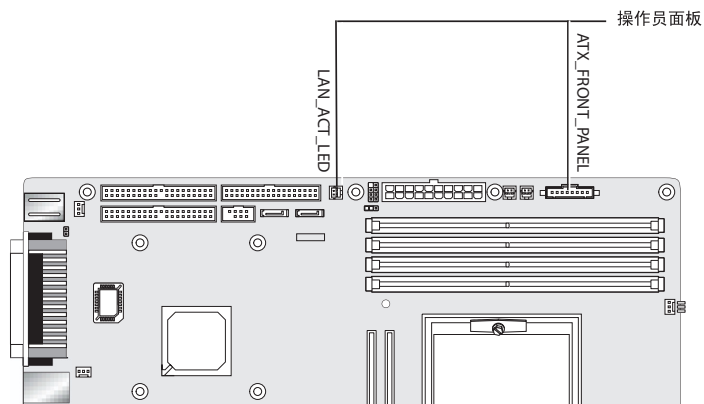

图 4-23 拔下操作员面板线缆
6. 拔下将操作员面板连接到主板的两个连接器，并将操作员面板从机箱中退出（参见图 4-23）。